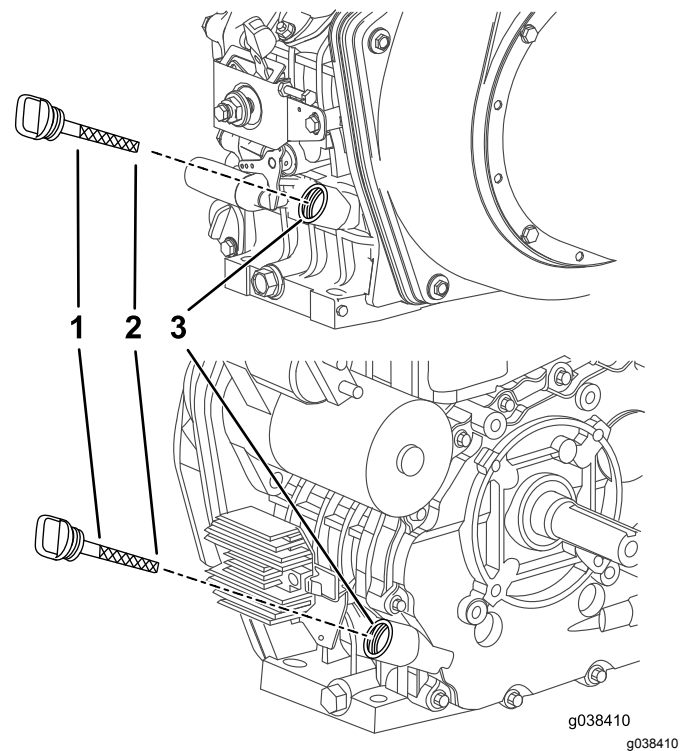

Figura 21
4. Pulite attorno all'asta di livello (Figura 21) in modo da impedire che lo sporco cada nel foro di riempimento e danneggi il motore.
5. Estraete l'asta di livello e pulitene l'estremità (Figura 21).
7. Rimuovete l'asta di livello (Figura 21) e versate lentamente l'olio nel foro di riempimento fino a quando l'olio non si trova tra il limite superiore e inferiore sull'asta di livello; vedere Controllo del livello dell'olio motore \(pagina 19\).